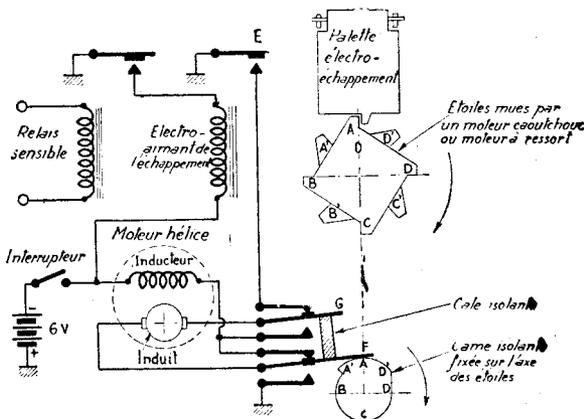

Figure 1
Reportons-nous à la figure 1. L'échappement est arrêté à la branche A, correspondant à la position Ligne droite Stop. Les contacts F et G sont soulevés par la came. L'inverseur est alors en position de marche arrière, mais le courant n'arrive pas au moteur, le contact auxiliaire étant ouvert puisque la palette de l'électro est relevée.
De la position Ligne droite Stop, voulez-vous partir en avant ? Envoyez seulement des tops. Leur nombre dépend de la direction choisie : 1 top pour Gauche (B), 2 tops pour Ligne droite (C), 3 tops pour Droite (D). On peut voir sur la figure 1 que, la came se déplaçant avec les étoiles, les contacts F et G s'abaissent et l'inverseur est en position de marche avant pour les branches B, C ou D, le contact E étant alors sans effet.